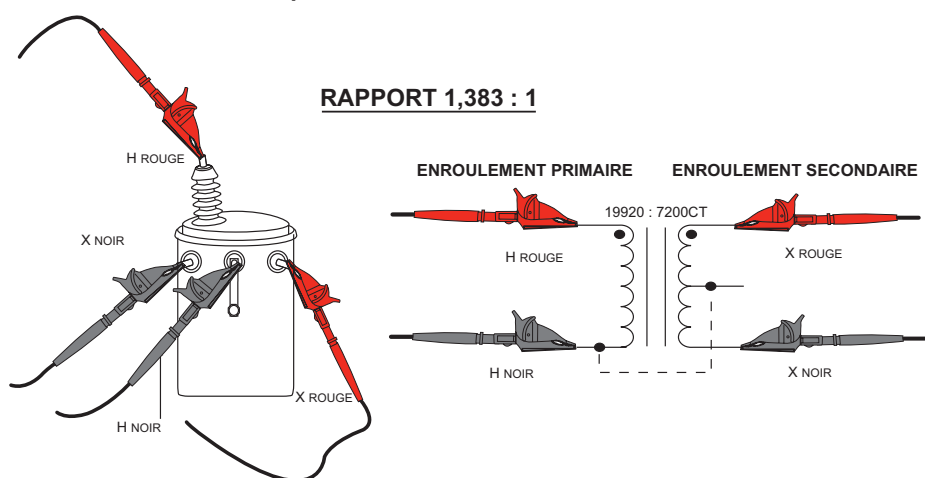

Figure 5-2
1. Brancher les cordons de l'enroulement primaire (H) et secondaire (X) au connecteur du DTR® 8510 et au transformateur testé (voir Fig. 5-2).